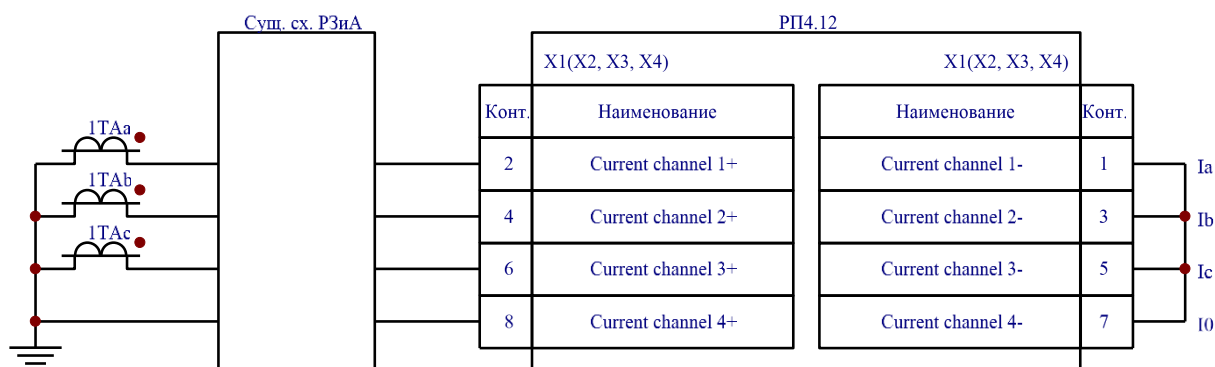

Рисунок 5 – Схема подключения цепей переменного тока (вариант 1)
6.4.1 Входы аналоговых сигналов для измерения силы переменного тока подключить в соответствии со схемой (рисунок 5 или 6), в зависимости от существующих схем релейной защиты и автоматики у Заказчика.